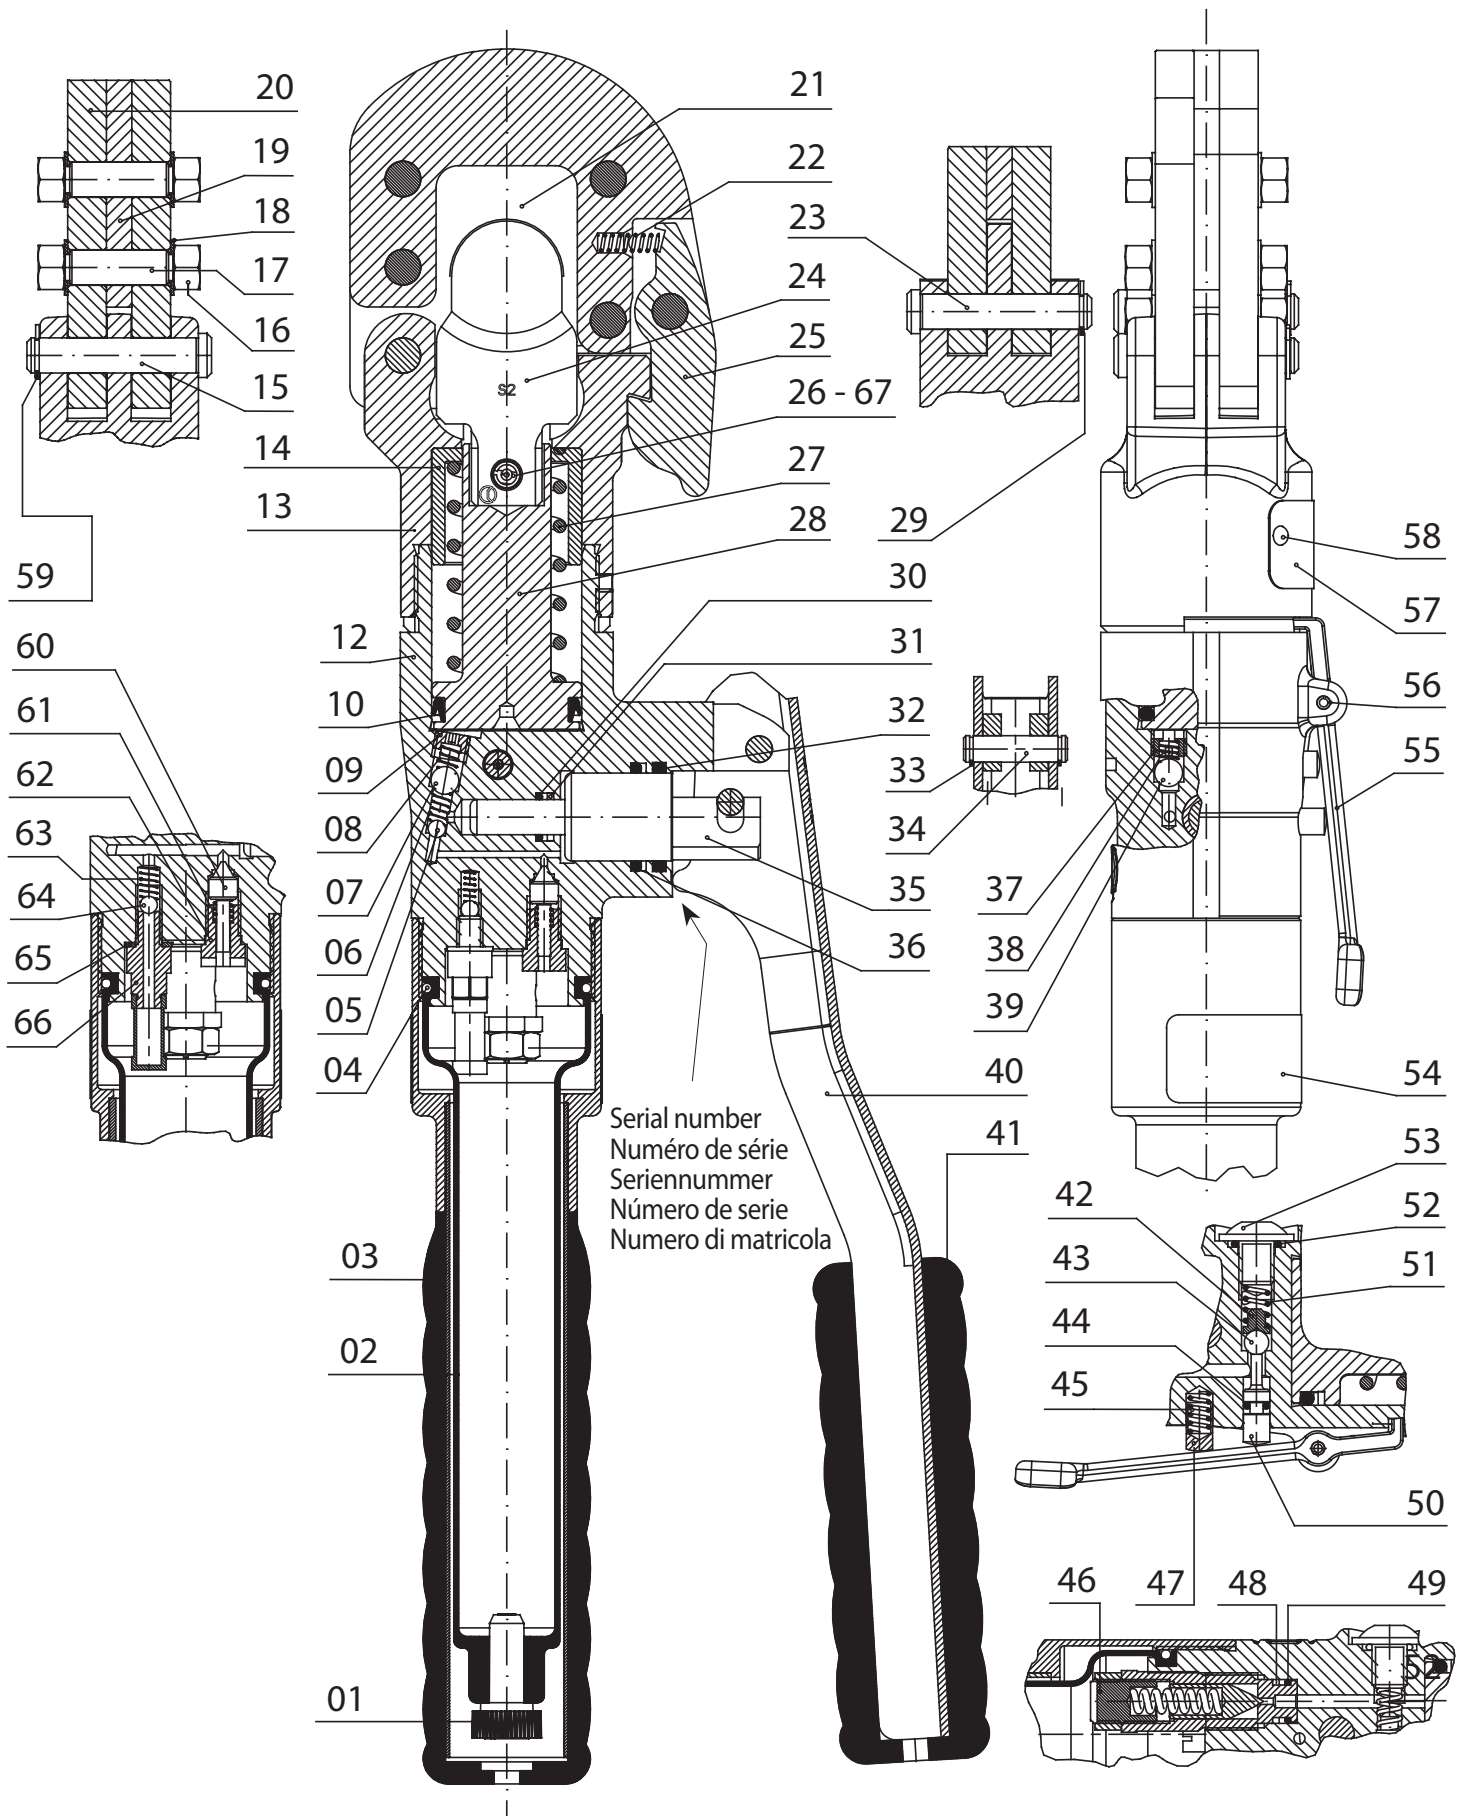

FIG. 6
- Con una chiave fissa da "10" togliere gli 8 dadi (16), sfilare i tiranti (17) le relative molle a tazza (18) liberando così la lama (21).
- Sostituirla con la nuova, inserire i 4 tiranti e le relative molle a tazza, serrare a mano gli 8 dadi (16); introdurre nell'apposita sede del distanziale la molla (22), rimontare il dente di arresto sul complesso superiore, serrare a fondo gli 8 dadi.
- Posizionare il complesso superiore nella sua sede, inserire a fondo il perno (15) e bloccarlo con il suo anello elastico di sicurezza (59).
5. LISTA DEI COMPONENTI (Rif. a Fig. 6)